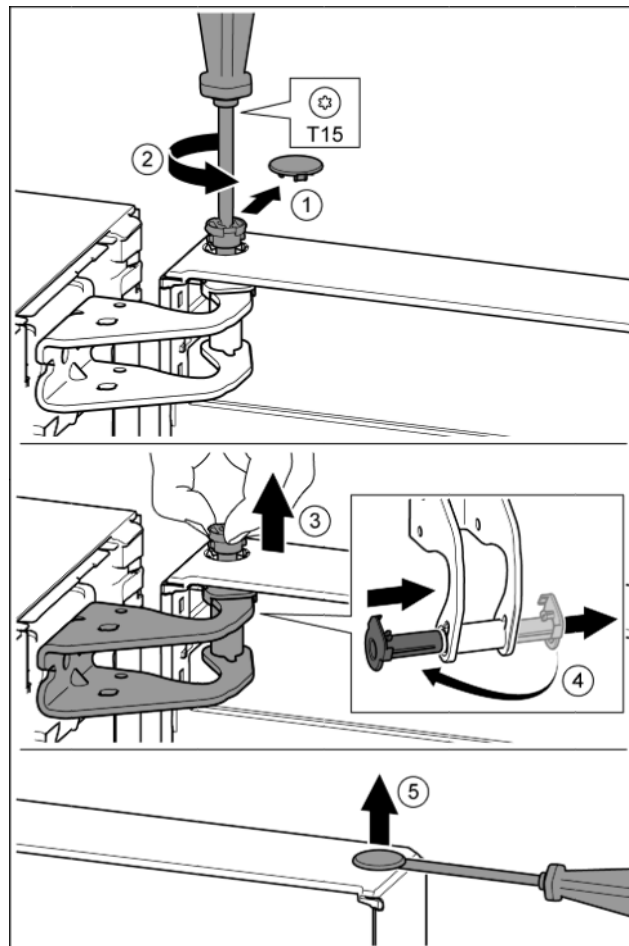

Fig. 9
- Обережно зніміть запобіжну кришку. Fig. 9 (1)
- Трохи викрутіть гвинт за допомогою викрутки T15. Fig. 9 (2)
- Притримуйте дверцят і витягніть палець руками. Fig. 9 (3)
- Витягніть із напрямної опорну втулку. Встановіть і зафіксуйте з іншого боку. Fig. 9 (4)
- За допомогою шліцевої викрутки обережно підійміть пробку із опорного втулка дверцят та витягніть її. Fig. 9 (5)